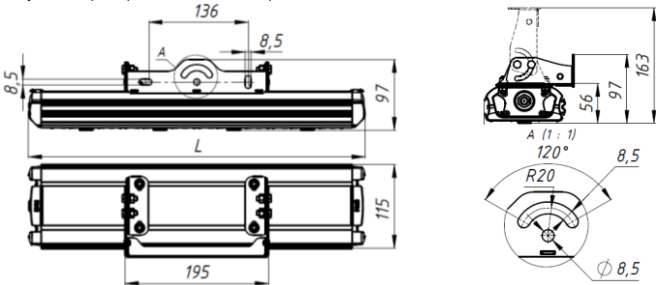
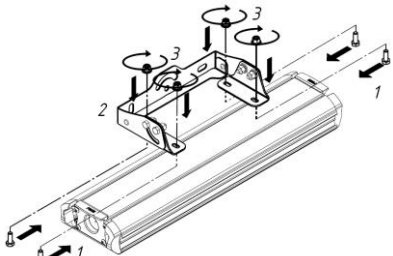

Рисунок 2. Габаритные размеры светильника с креплением.
Рисунок 4. Установка крепления на светильник
- 5.2. Установите крепление на светильник (см. рисунок 4). Конструкция крепления позволяет регулировать положение светильника в диапазоне от 0 до 90 (см. рисунок 2).